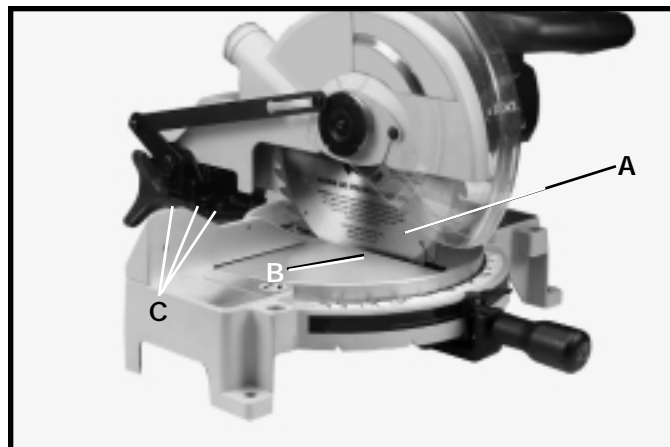

Fig. 22
2. Abaissez le bras de coupe. La lame de la scie (A) fig. 22, doit être parallèle au bord gauche (B) de l'ouverture de la table.
3. Si un réglage est nécessaire, desserrez les trois vis (C) fig. 22, et relevez la tête de coupe jusqu'à ce que la lame se trouve parallèle au bord gauche (B) de l'ouverture de la table. Ensuite, resserrez les trois vis (C).